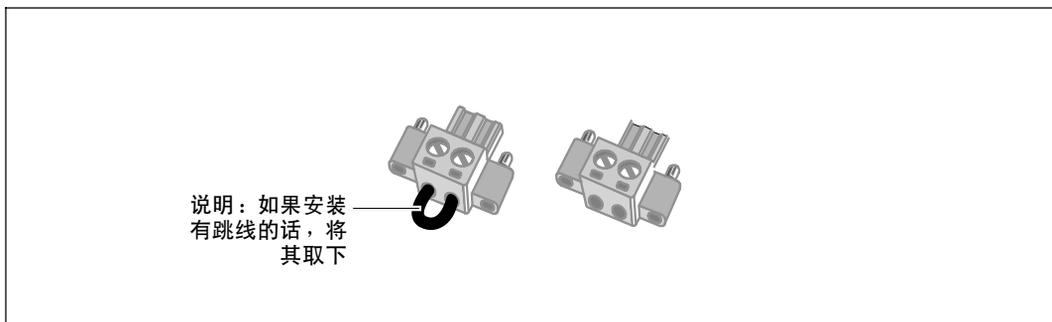

图 18. REPO 连接器
**注意：** 确认 REPO 连接器中没有安装跳线。如果安装了跳线，在连接到 REPO 端口上之前，取下跳线。见 图 18。